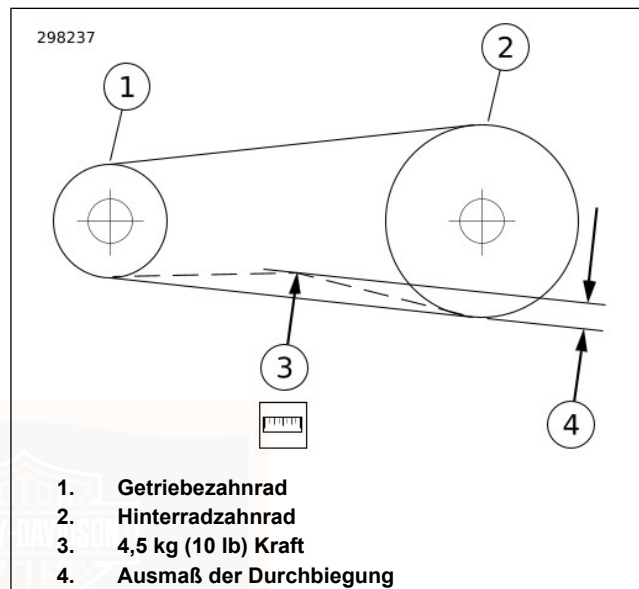

Abbildung 69. Riemendurchbiegung überprüfen
- a. Den O-Ring (4) zur Null-Markierung (3) schieben.
- b. Die Riemenhalterung (2) gegen die Unterseite des Antriebsriemens auf halbem Wege zwischen den Antriebsriemenscheiben anordnen.
- c. Den Knopf (6) nach oben drücken, bis der O-Ring nach unten auf die Markierung 4,54 kg (10 lb) (5) rutscht; dort festhalten.
4. Siehe Abbildung 69 . Bei stillgehaltenem Messgerät Riemendurchbiegung (4) messen.